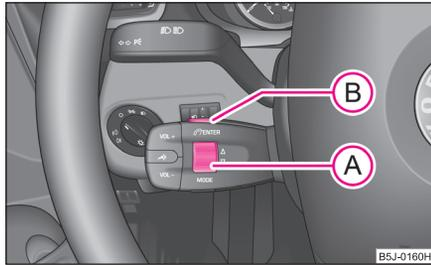

Abb. 114 Multifunktionsmodul: Bedientasten
- Durch langsames Drehen des Rändelrads **(A)** ⇒ Abb. 114 können Sie im Telefonspeicher nach einzelnen Namen bzw. Menüs blättern.